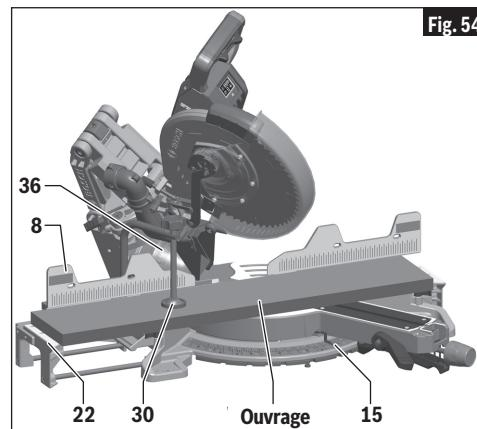

Fig. 54
- Positionnez correctement l'ouvrage et assurez-vous qu'il est assujetti fermement par une bride contre la table et le guide (Fig. 54).